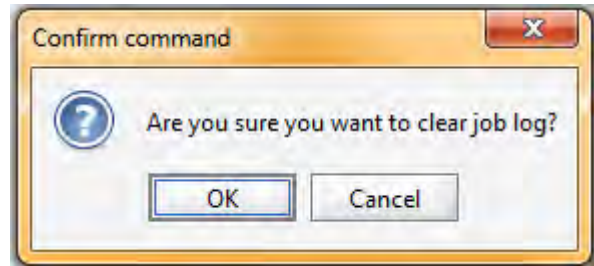

ABB. 30. Job-Protokoll löschen
**Job-Protokoll löschen** - löscht die Jobs von der Anzeige. Dieser Bildschirm fordert Sie zur Bestätigung auf. Siehe ABB. 30.